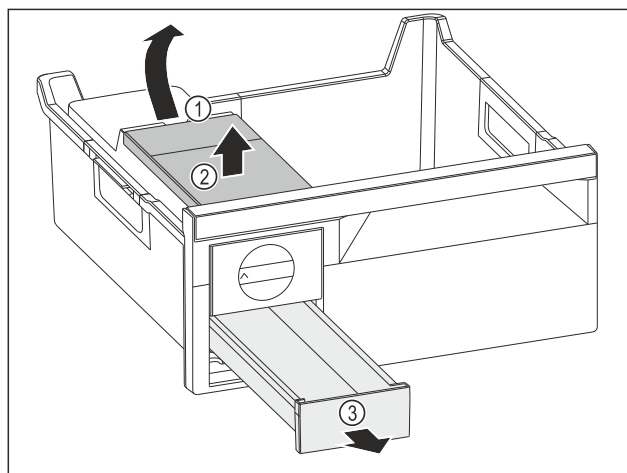

Fig. 75
- ▶ Вийняти бак для води: підняти бак для води за заглиблення Fig. 75 (1).
- ▶ Вийняти бак для води Fig. 75 (2) рухом вгору.
- ▶ Вийняти висувний ящик для кубиків льоду Fig. 75 (3) рухом вперед.